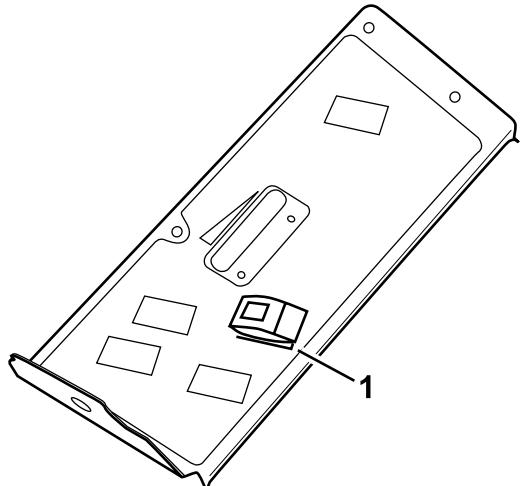

Figura 18
- O **interruptor de aviso de perigo** opera as luzes dos piscas de emergência e funcionará independentemente da ignição se encontrar na posição Ligada ou Desligada (Figura 18).